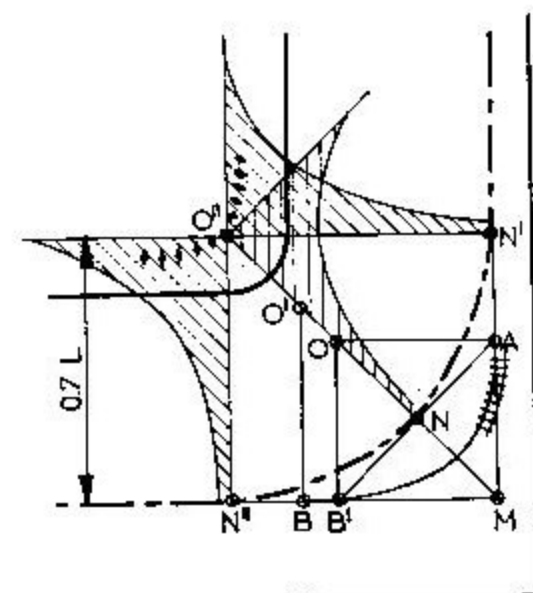

Fig. : 26
1. Angle convexe comportant une toile de fond (fig. 26) :
Le grand angle de vision, jusqu'à 270° environ, offert au spectateur qui contemple un paysage réalisé dans un coin, nous oblige à bâtir les éléments du décor en tenant compte du fait que le point de fuite ne se déplace plus sur une droite parallèle à la voie, mais sur une courbe ayant pour centre le point O défini ci-dessus. La figure 26 nous indique comment procéder dans ce cas. Il est à noter que ce type de construction s'applique surtout aux objets importants (église, château, usine, groupe d'immeubles). Pour les objets plus petits, tels que maisons isolées, fermes, granges ou autres, les conséquences du non-respect de ces règles ne seraient pas dramatiques.